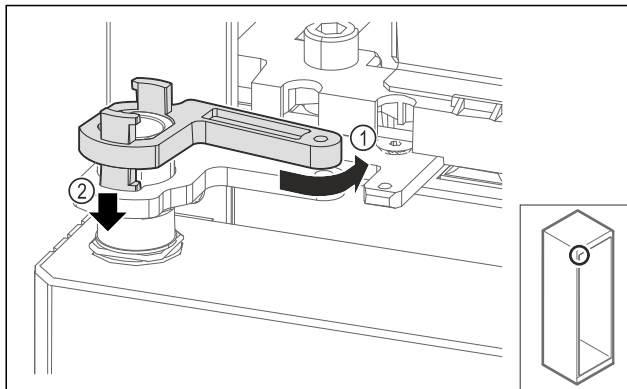

Fig. 67
- ▶ Lekko cofnąć blokadę płytki zawiasu Fig. 67 (1), docisnąć Fig. 67 (2) i zablokować pod kątem zawiasu.